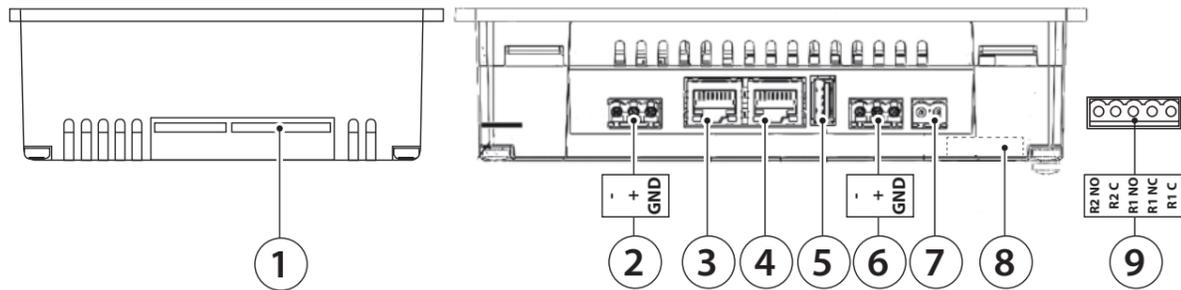

Fig. 3
- подключите нагрузку к релейным выходам, следуя инструкциям на рис. 3, пункт 9.